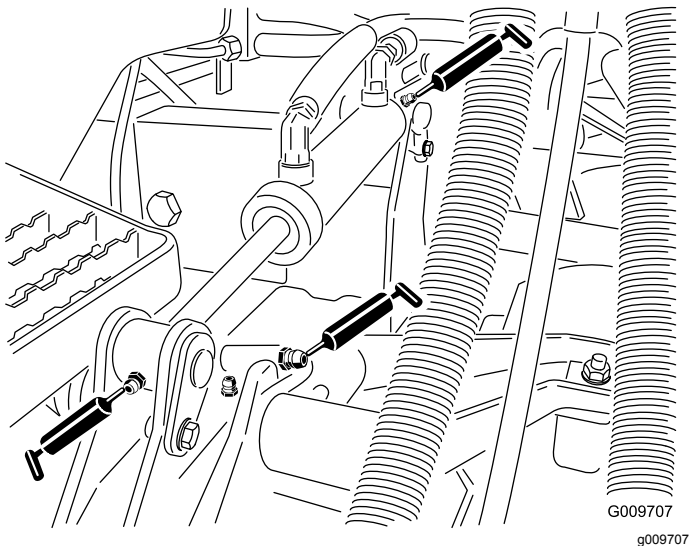

Bild 22
- Hubarmbüchsen (1 pro Mähwerk) (Bild 22)
- Hubzylinderbüchsen (2 pro Mähwerk) (Bild 22)